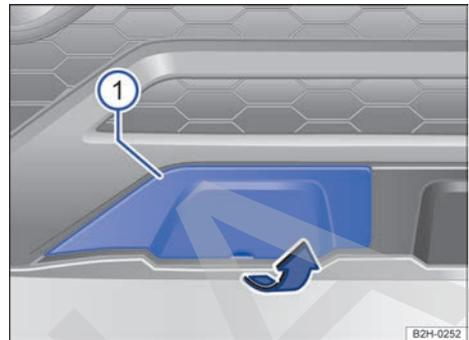

Fig. 206 En el lado derecho del paragolpes delantero: tapa.
El alojamiento del gancho para remolque enroscable se encuentra en el lado derecho del paragolpes delantero detrás de una tapa → fig. 206 ①.
- Introduzca la mano por el rebaje de la tapa y retire la cubierta en el sentido de la flecha → fig. 206.